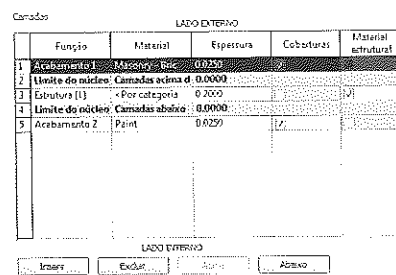

Figura A.27 – Camadas da parede.
- Mova as camadas de acabamento para fora da camada **Núcleo**, usando **Acima** e **Abaixo**. Edite os campos **Estrutura**, trocando para **Acabamento 1** e **2**, com as medidas da Figura A.27.